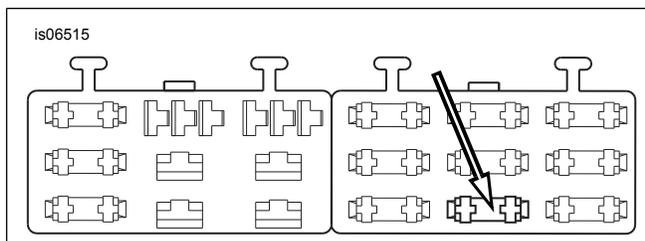

Figura 6. Cavidad "OPEN" del bloque de fusibles (Dyna de 2004 y posteriores)
4. Vea Figura 6. Localice la cavidad de fusible etiquetada "OPEN" (abierta) en la caja de fusibles y relés. Hay un terminal solamente en un lado de esta cavidad. Inserte el terminal en el cable del adaptador naranja/blanco dentro de la cavidad hasta que se detenga. Vea algún terminal cercano instalado en la fábrica para compararlo y verificar que esté correctamente orientado y a la profundidad correcta.